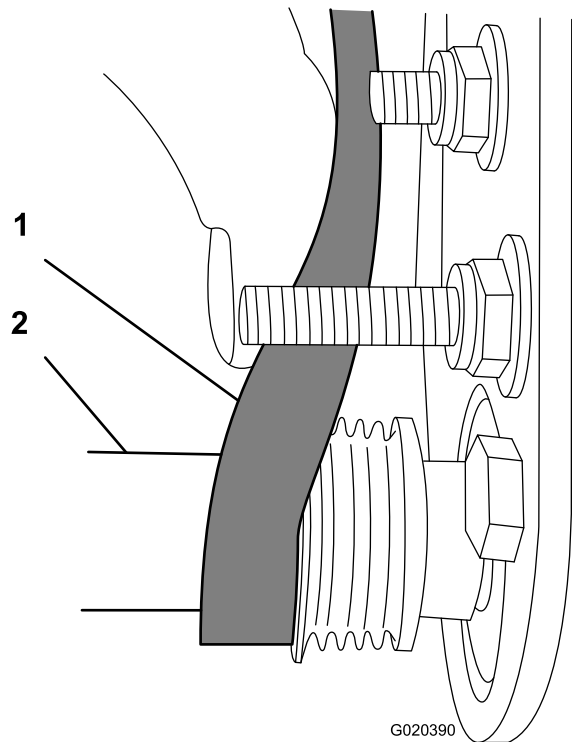

Bild 25
- C. Drehen Sie die Bürste mit einem Sechskantschlüssel ($\frac{9}{16}$ ") und verlegen Sie den Riemen auf der Antriebsriemenscheibe (Bild 25).